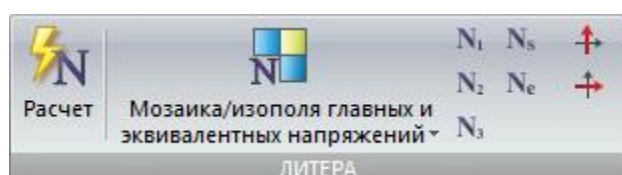

Рис.73. Панель **ЛИТЕРА**
- **ЛИТЕРА** (рис.73) – задание исходных данных, расчет и анализ результатов вычисления главных и эквивалентных напряжений в конечных элементах по усилиям от отдельных загрузок, а также по расчетным сочетаниям РСН или РСУ.
Панель **ЛИТЕРА** (рис.73) содержит следующие команды: